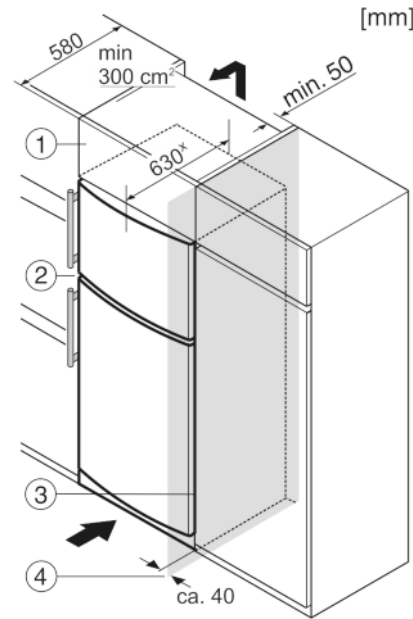

Fig. 9
Het apparaat Fig. 9 (2) kan worden ingebouwd in de keuken. Om het apparaat aan de hoogte van het keukenblok aan te passen, kunt u er een passende opbouwkast Fig. 9 (1) op plaatsen.
Bij een ombouw met keukenkasten (diepte max. 580 mm) kan het apparaat direct naast de keukenkast Fig. 9 (3) worden geplaatst. Het apparaat steekt aan de zijkant 34 mm\* en in het midden 50 mm\* uit ten opzichte van het keukenkastfront.
Plaatst u het apparaat met de scharnierkant naast een muur Fig. 9 (4), dan moet de afstand tussen apparaat en muur minstens 40 mm bedragen. Dit in verband met het uitsteken van de deurgreep bij een geopende deur.